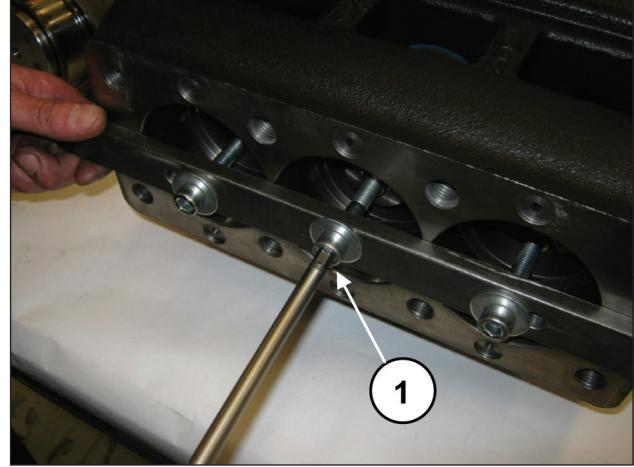
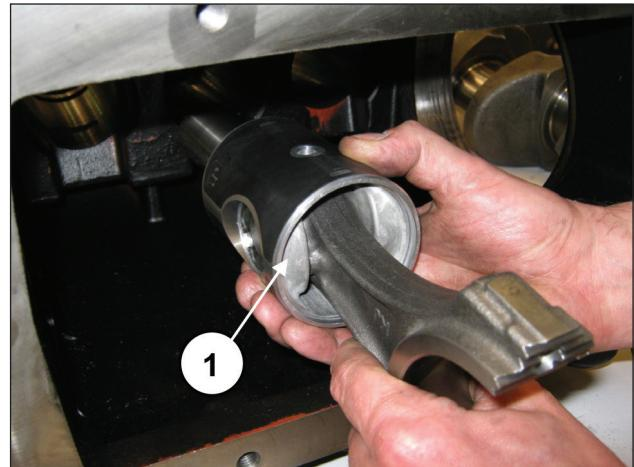

Рис. 32
Рис. 33
Открутите винты инструмента, арт. 27566200, чтобы разблокировать шатуны (поз. ①, Рис. 32), а затем извлеките узлы шатуна и направляющей поршня из заднего отверстия картера (поз. ①, Рис. 33).
Снимите инструмент блокировки шатунов, арт. 27566200 (поз. ①, Рис. 32).